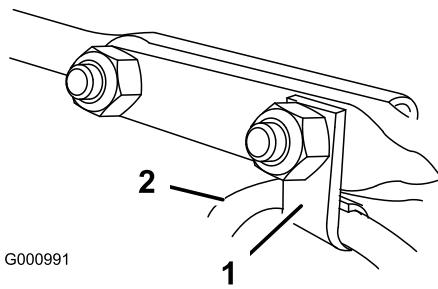

Figura 11
- 6. Inserite nel bullone a testa tonda anteriore l'attacco per cavo che sostiene il cavo deflettore, e fissate i bulloni a testa tonda con i dadi di bloccaggio a corredo nel sacchetto delle parti sciolte (Figura 11).